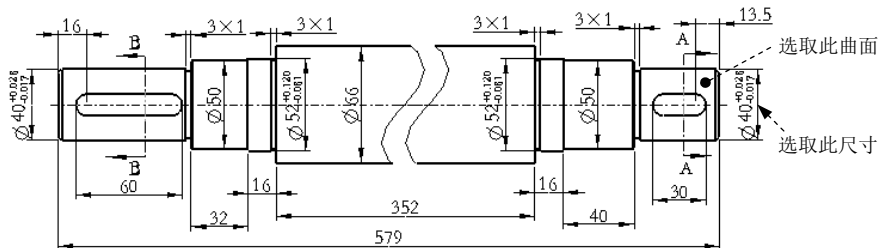

图 5.9.20 设置反向箭头
(1) 在添加基准轴之前，先分别选取并右击图 5.9.19 所示的尺寸，在弹出的快捷菜单中选取 **反向箭头** 命令，使尺寸标注的尺寸箭头反向，如图 5.9.20 所示。
- (2) 在功能选项卡区域的 **注释** 选项卡中选择 **模型基准** 命令。
- (3) 此时系统弹出“轴”对话框，在“轴”对话框的 **名称** 文本栏中输入基准名 C。
- (4) 单击该对话框中的 **定义...** 按钮，在弹出的 **DATUM AXIS (基准轴)** 菜单中选取 **Thru Cyl (过柱面)** 命令，然后选取图 5.9.20 所示的曲面。
- (5) 在“轴”对话框的 **显示** 区域中单击 **A** 按钮，在 **放置** 区域中选中 **在尺寸中** 单选项。
- (6) 在系统 **选择文本定位的尺寸** 的提示下，选取图 5.9.20 所示的尺寸，此时系统在视图中显示基准轴符号 C，如图 5.9.21 所示。
- (7) 在“轴”对话框中单击 **确定(O)** 按钮。